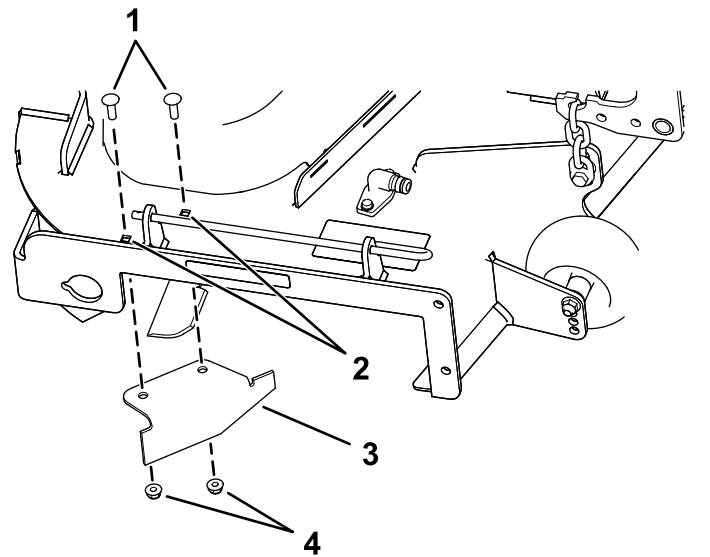

Bild 31
9. Suchen Sie das Versatzablenkblech in den losen Teilen und entfernen Sie die Befestigungen in den hinteren Löchern der Auswurfplatte (Bild 31).